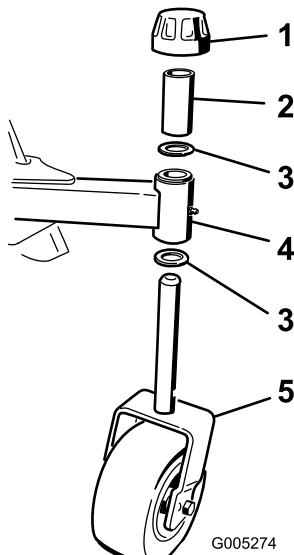

Рисунок 3
- Снимите колпачковую гайку с вала шпинделя поворотного колеса (Рисунок 3). Снимите с вала шпинделя проставку и одну упорную шайбу. Оставьте одну упорную шайбу на валу.
2. Вставьте шпиндель поворотного колеса сквозь втулки рамы воздуходувки, установите другую упорную шайбу на вал, наденьте проставку на вал шпинделя и установите колпачковую гайку для закрепления узла (Рисунок 3).